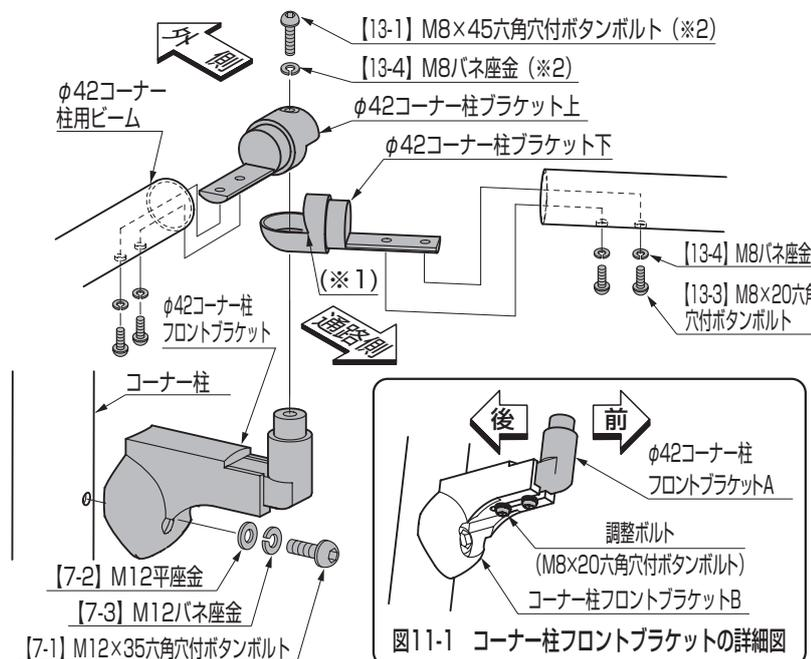

図11-1 コーナー柱フロントブラケットの詳細図
- ① φ42コーナー柱フロントブラケットA、コーナー柱フロントブラケットBをコーナー柱に【7-1】【7-2】【7-3】で取付けてください。この時、フロントブラケットに仮止している調整ボルトが緩んでいることを確認してください。
- ② φ42コーナー柱ブラケット上とφ42コーナー柱ブラケット下をφ42コーナー柱用ビームとφ42コーナー柱フロントブラケットに【13-1】【13-3】【13-4】で、取付けてください。
- ③ φ42コーナー柱フロントブラケットAを前後に調整して、調整ボルトを固定してください。(図11-1参照)